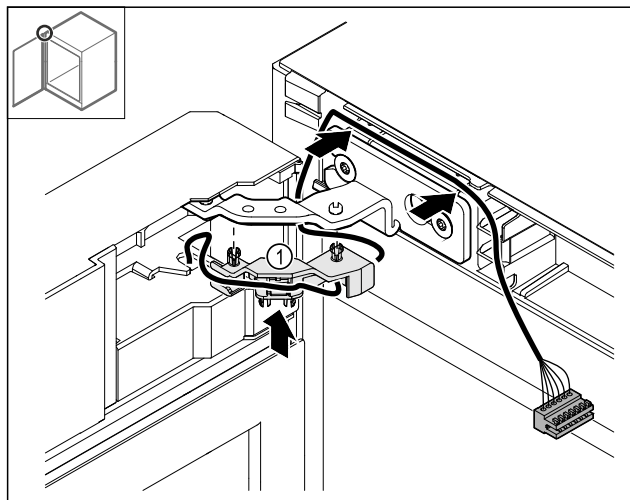

Fig. 51
- Wcisnąć uchwyt kabla Fig. 51 (1) do zawiasu.